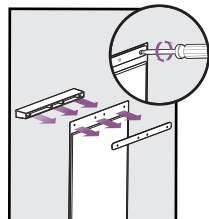

FIG. 17
4. Insérez le nouveau battant en vinyle et placez-le de manière à ce qu'il s'ajuste à l'horizontale et à la verticale dans le cadre de la porte pour animaux. Remplacez la barre existante et serrez les vis pour les remettre en place (**Fig. 17**).